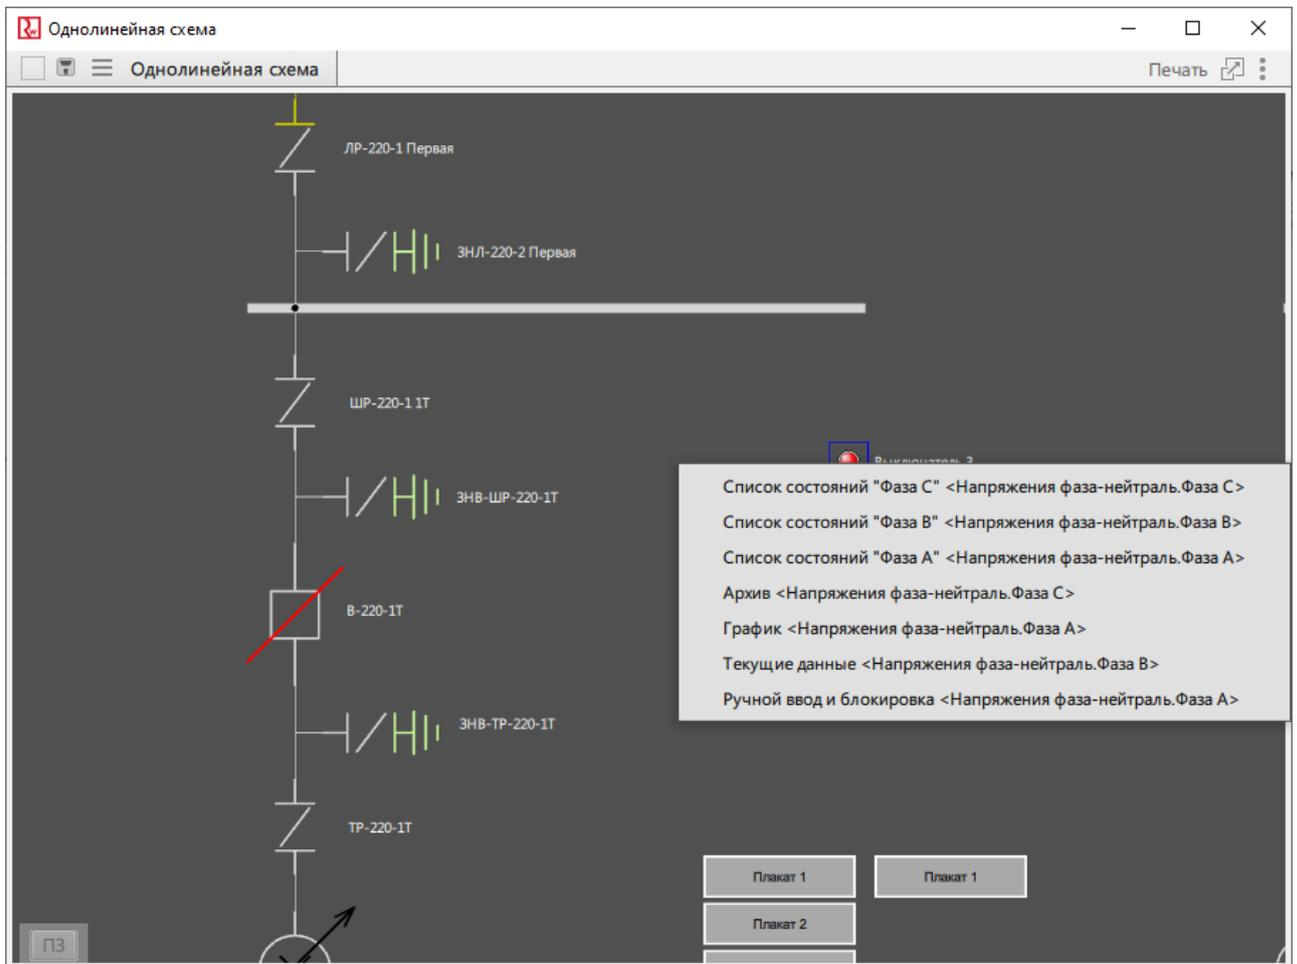

Рисунок 46 - Контекстное меню элементов
1. Нажмите *к м* по элементу мнемокадра (Рисунок 46).